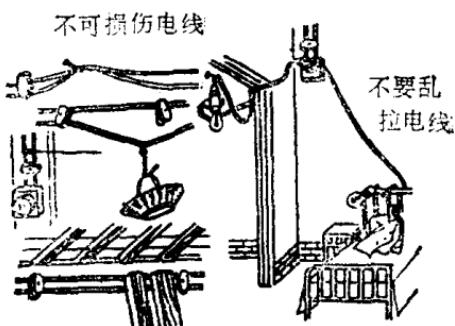

图 1-4
3. 日常生活中要注意用电安全。如湿手不可接触用电器，用电器损坏或绝缘导线裸露，必须及时修理或调换，不要损伤电线和乱拉电线(见图1-4)，严禁在电线附近放风筝和打鸟。